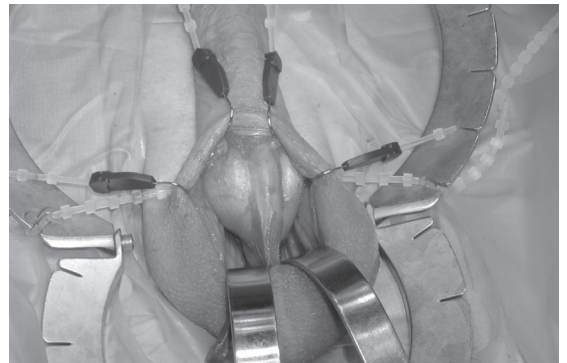

Figura 4-16.
5. Repita el paso en el lado contralateral, exponiendo el septo escrotal. (Figura 4-16)